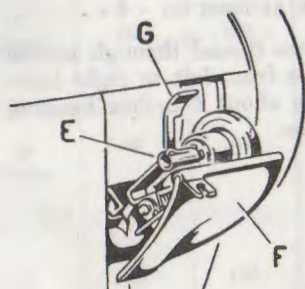

Fig. 8
- Open cover « F » (Fig. 8), bring lever « G » down and insert bobbin, with its flange provided with holes towards the left, on spindle « E ». Push spindle « E » towards the right and cover « F » will remain open.